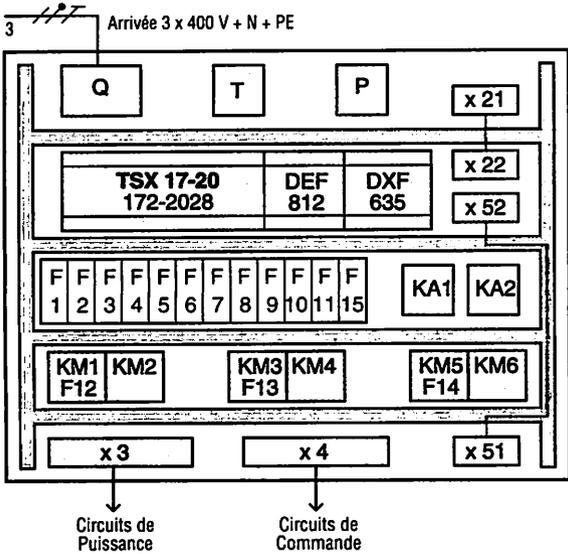

Fig. 17 : Schéma d'implantation de l'équipement.
- le schéma d'implantation de l'équipement (fig. 17),